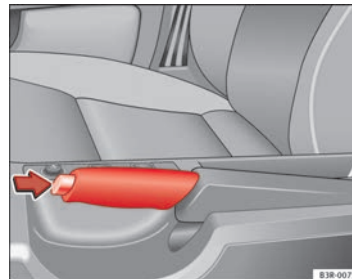

Abb. 141 Ausschnitt aus Mittelkonsole: Angezogene Handbremse
- Ziehen Sie den Handbremshebel etwas hoch *und* drücken Sie gleichzeitig den Sperrknopf ⇒ Abb. 141 (Pfeil).